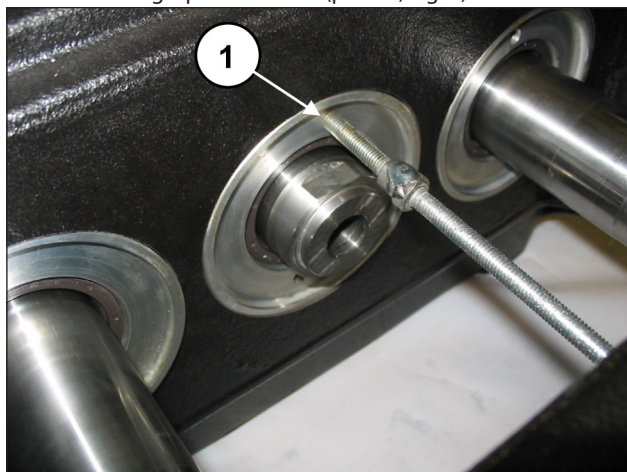
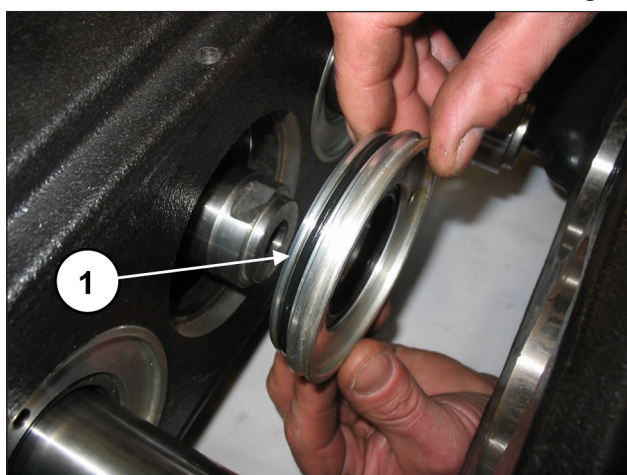

Fig. 4
Fig. 5
Extraia as coberturas da vedação do óleo, apertando uma haste rosqueada ou um parafuso M6, com função de extrator nos furos adequados na cobertura (pos. ①, Fig. 4) e extraia as coberturas do grupo da bomba (pos. ①, Fig. 5).